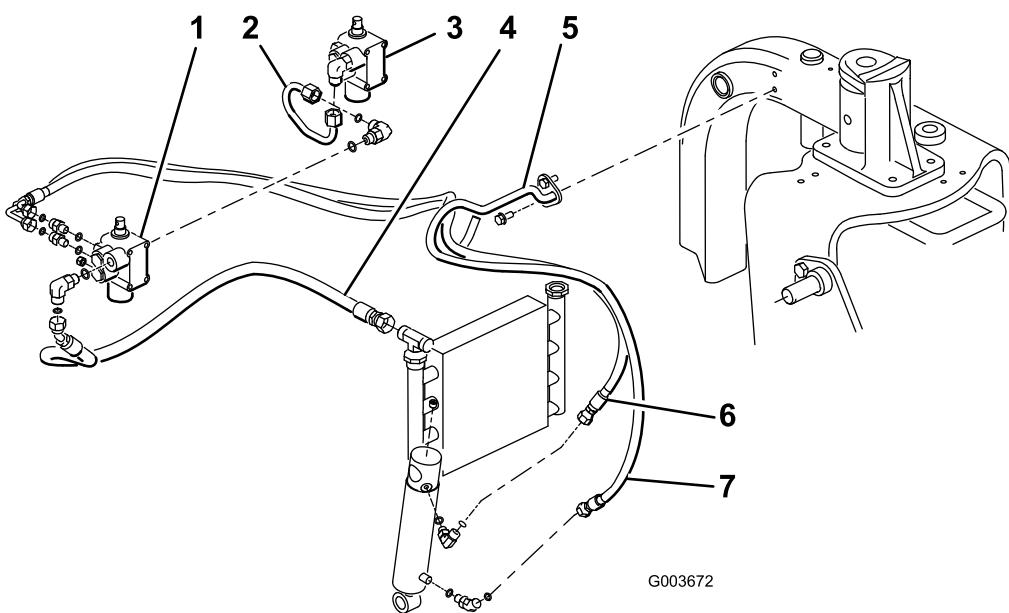

Figure 14
Remarque: Pour minimiser la perte d'huile lors du retrait du tube hydraulique, ayez le flexible de recharge à portée de la main ou bouchez le raccord du refroidisseur avec un des bouchons de protection utilisés pour le transport et enlevés de l'ensemble tube (Réf. 108-8447) (Figure 14).
4. Raccordez l'ensemble tube (Réf. 108-8447) au raccord à 90 degrés sur le côté gauche de la soupape neuve et le raccord libre sur la soupape de levage existante (Figure 14).
5. Raccordez le côté raccord à 45 degrés du flexible hydraulique (Réf. 108-8449) au raccord à 90 degrés sur le côté droit de la soupape et l'extrémité droite du flexible au raccord de refroidisseur d'huile libre (Figure 14). Reportez-vous aux Figure 15 et Figure 16 pour acheminer le flexible correctement.
6. Montez le support de flexible en plastique sur le tube de bâti gauche avec 2 vis autotaraudeuses (5/16 x 3/4 pouce) (Figure 14).
vérin hydraulique (Figure 14). Reportez-vous aux Figure 15 et Figure 16 pour acheminer le flexible correctement.
8. Raccordez le côté long avec le raccord à 90 degrés du flexible hydraulique (Réf. 108-8454) au raccord droit inférieur à l'arrière de la soupape. Passez le flexible dans le support métallique et raccordez l'extrémité droite du flexible au raccord inférieur du vérin hydraulique (Figure 14). Reportez-vous aux Figure 15 et Figure 16 pour acheminer le flexible correctement. Veillez à ne pas faire passer les flexibles près de composants coupants, chauds ou mobiles.